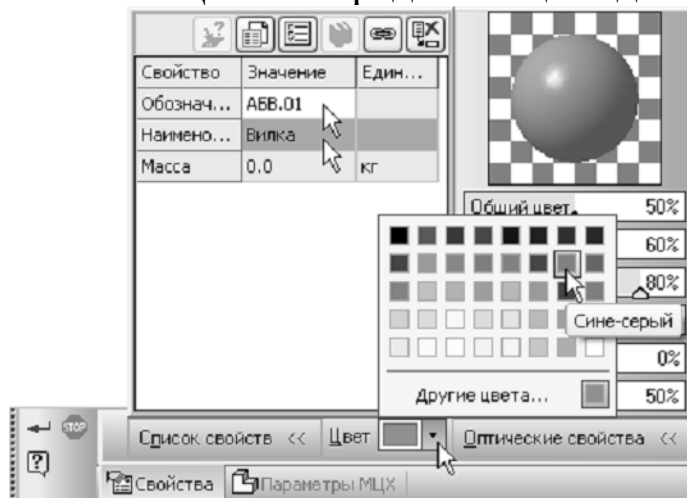

Рисунок 2
4. Раскройте список Цвет и определите цвет детали. (рис.2).